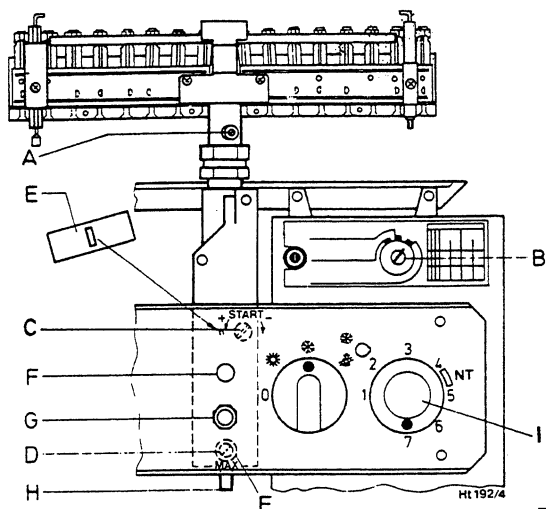

Fig. 28
Variazione della posizione della bassa temperatura NT (fig. 28)
1. Togliere la protezione metallica »E«, fig. 28, posta sulle due viti di regolazione.
2. Svitare la vite »A« e collegare il manometro a U, fig. 28.
1. Togliere la protezione metallica »E« fig. 28, posta sulla vite di regolazione.
10. Togliere la vite »H« fig. 28, e collegare il manometro a U.